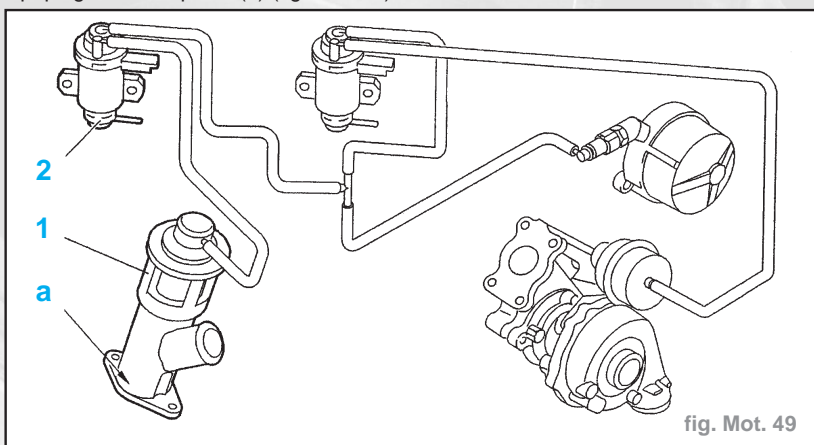

fig. Mot. 49
- Raccorder l'outil (1) **Facom DA16** sur le piquage de la capsule (1) (fig. Mot. 49).